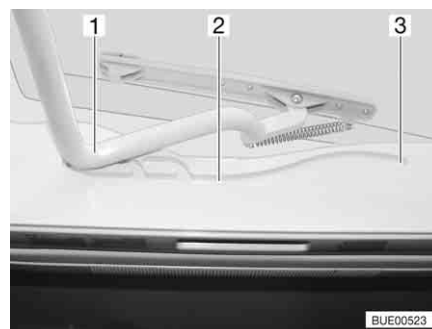

Bild 68 Heki-taklucka, spår
- Dra in bygel (Bild 68,1) i spåret (Bild 68,2) till den bakersta positionen (Bild 68,3).
- Tryck bygel (Bild 68,1) lätt uppåt med båda händerna.
- Drag bygeln till önskad position i spåret (Bild 68,2).